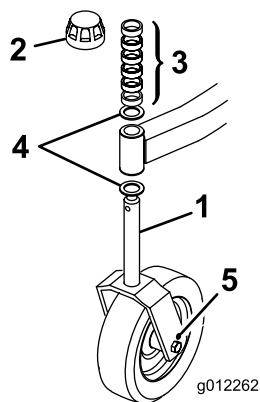
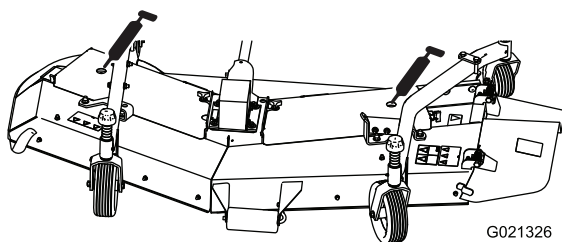

Figure 14
Figure 18
Remarque: Vous pouvez optimiser l'aspect de la pelouse aux hauteurs de coupe inférieures en abaissant l'arrière du plateau de coupe. Pour ce faire, placez les essieux des roues pivotantes arrière dans le trou supérieur des fourches des roues pivotantes (Figure 14). Placez les essieux dans les trous inférieurs des roues pivotantes pour les hauteurs de coupe plus élevées quand l'aspect de la coupe n'a pas besoin d'être optimal.
2. Enlevez le chapeau de tension de l'axe de pivot. Glissez l'entretoise sur le pivot pour obtenir la hauteur de coupe voulue (Fig. 18 et 19). Placez une rondelle (Figure 14) sur l'axe de pivot.
3. Poussez le pivot de la roue dans le bras de pivot avant, montez l'autre rondelle de poussée et les entretoises restantes sur le pivot, puis posez le chapeau de tension pour fixer l'ensemble (Figure 14).
- Roulements d'axes de lames – 2 (Figure 18)